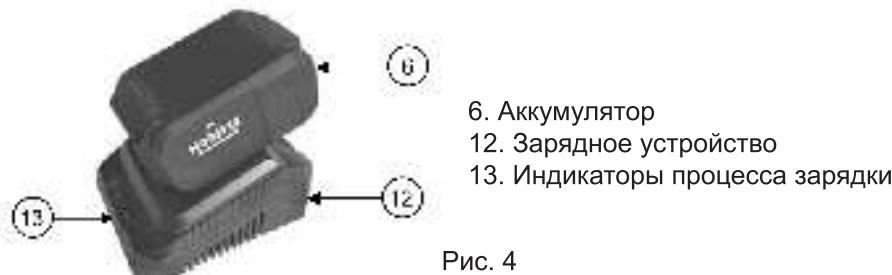

Рис. 4
- Подключите зарядное устройство (Рис. 4) к электросети. Зеленый световой индикатор начнет мигать.
- Вставьте аккумулятор 6 (Рис. 4) в зарядное устройство 12 (Рис. 4)